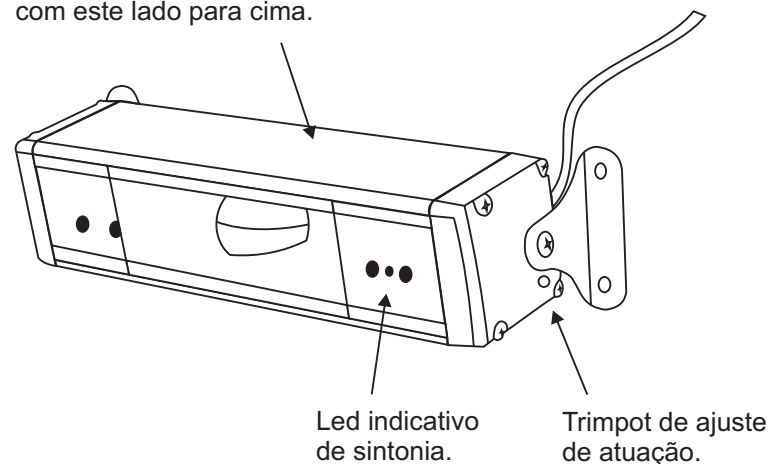

Figura 1
- Sempre instale o sensor com o lado que possui o trimpot de ajuste de distância virado para a direita (Conforme figura 1 na página 2).